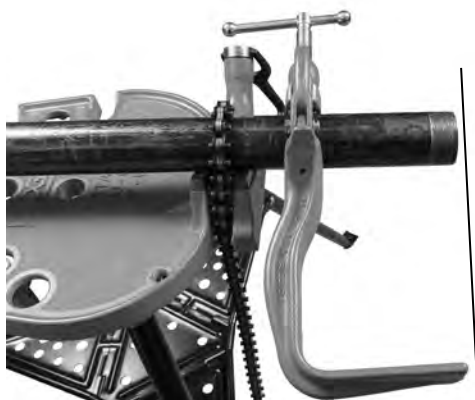

Figure 5 – Bras de support aligné sur l'extrémité du tuyau
2. Positionnez le bras de support de manière à ce que son extrémité arrive à fleur de l'extrémité du tuyau et que le système d'entraînement N° 700 est légèrement incliné (Figures 5 et 6). Cela assurera la position idéale du bras de support et empêchera l'huile de coupe de s'écouler le long du système d'entraînement.